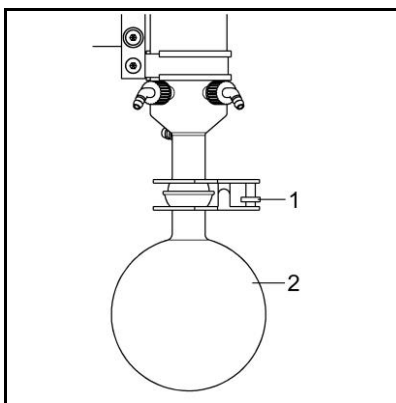

Abb. 20: Hochleistungskondensator
1. Glaskolben (Abb. 20/2) festhalten und gleichzeitig Halteklammer (1) abziehen.
2. Glaskolben (2) unter Beachtung der Sicherheitsvorschriften entleeren und reinigen.
3. Glaskolben (2) aufstecken und Halteklammer (1) aufschieben.